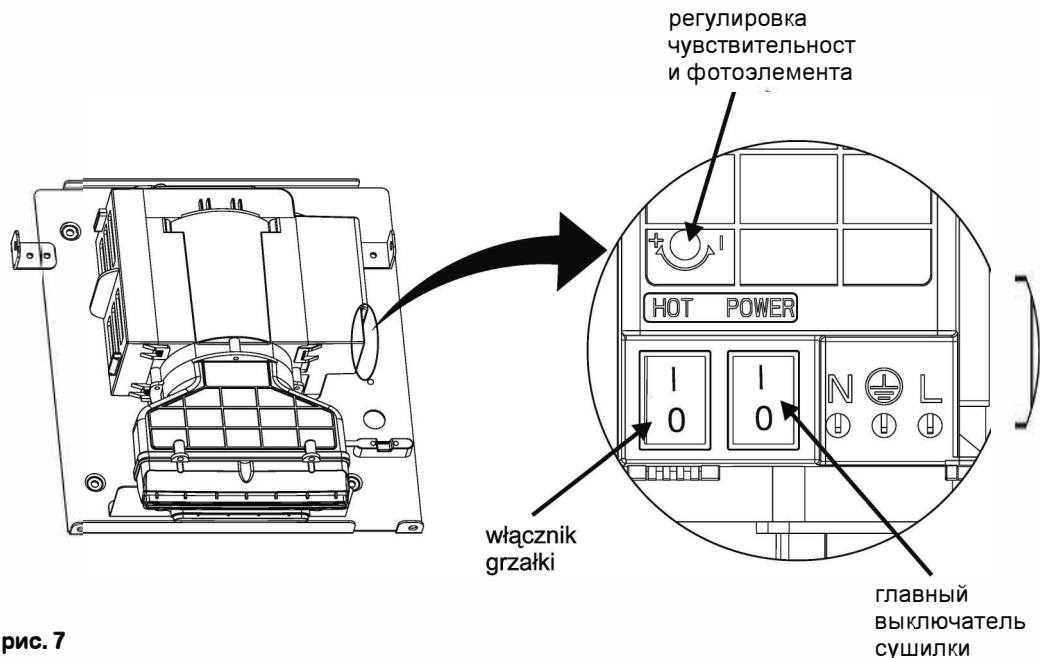

рис. 7
- Регулировка позволяет настроить диапазон в котором фен обнаруживает руки (рис. 7).
Отключение нагревателя снижает потребление мощности устройства (рис. 7).